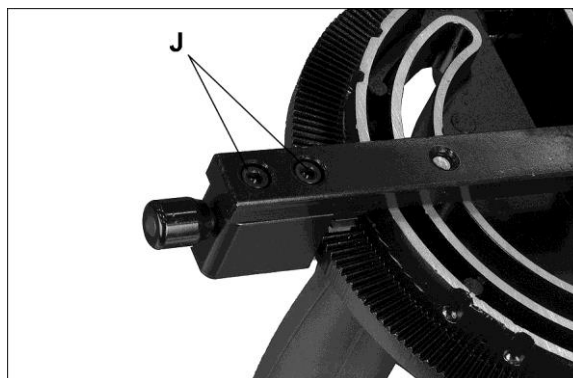

Рис. 16
7. Ослабить винт (F) и отрегулируйте указатель (G), пока он не покажет 0°.
8. Затяните винт (F).
9. Если вышеупомянутая методика не достаточно выравнивает упор для пиления под углом, ослабьте два винта (J, рис. 16) под смонтированным блоком и сдвиньте блок по мере необходимости. Затяните винты, когда закончите.